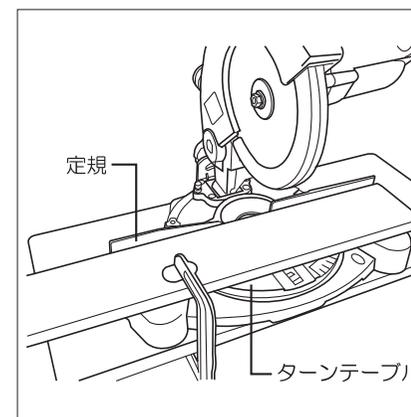

図11
- 材料を定規とターンテーブルに密着させ、切断作業中に材料が振り回されないように、確実に固定してください。(図11参照)